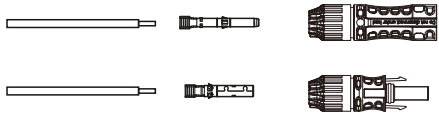

图3.12 拆卸连接器盖螺母
1. 剥去直流线缆约7毫米, 拆下连接器盖螺母。(参见图3.12)